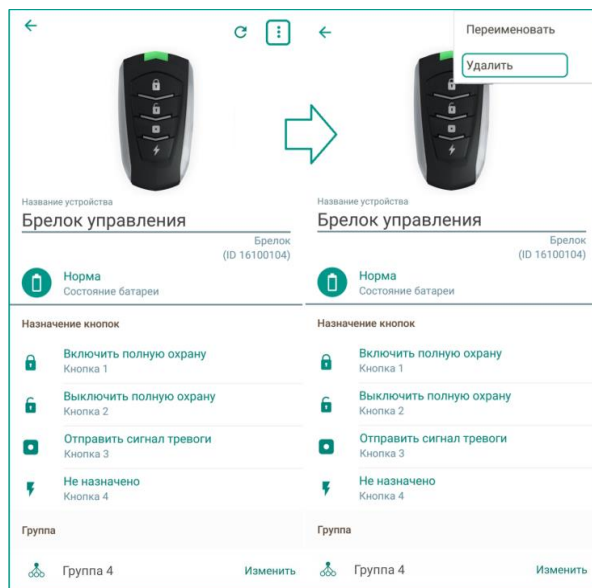

Рисунок 13.1 – Вызов меню на экране настройки пульта
- 1) В приложении на экране настройки пульта (см. рисунок 13.1).